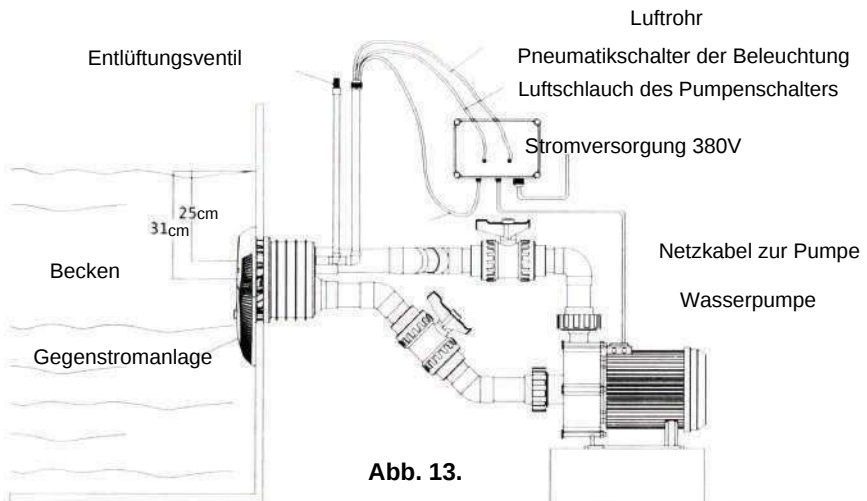

Abb. 13.
- 1) Das Montageschema ist in Abbildung 13 dargestellt.